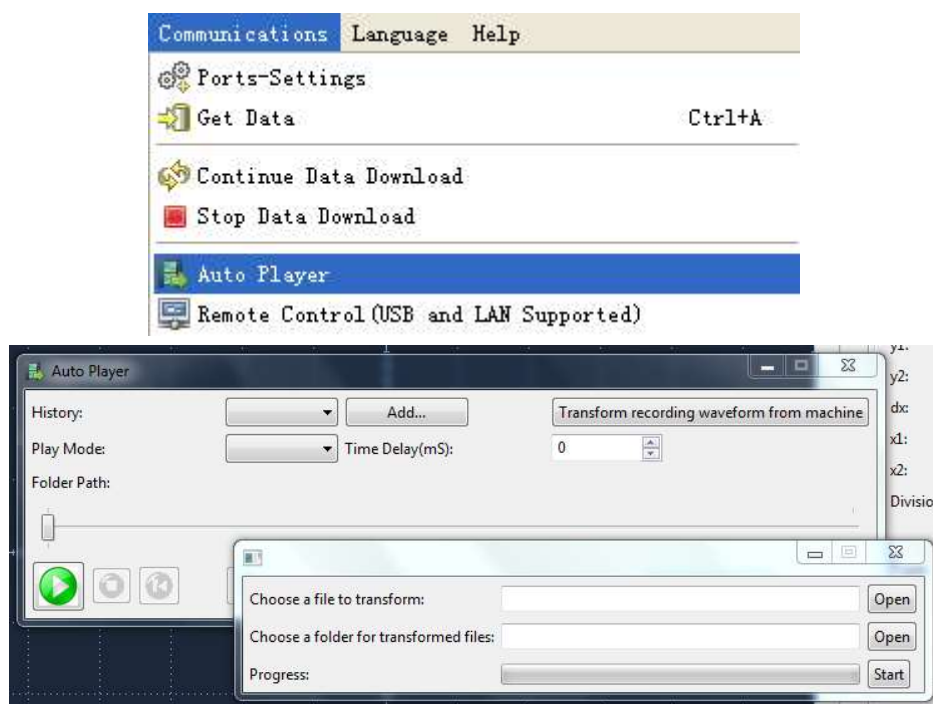

Figura 5-51: Reproduzir a Onda pelo Software
1. Na barra de menus, selecione: **Communications** → **Auto Player** (figura 5-51 a seguir).